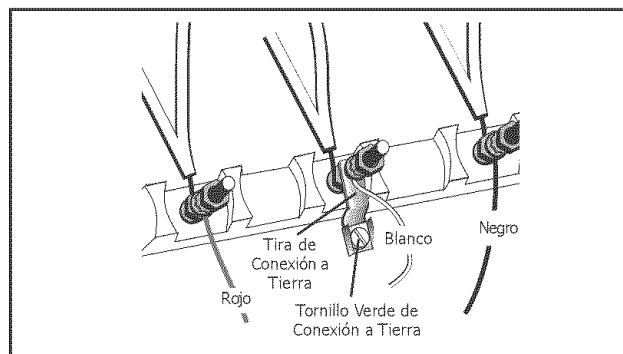

Figura 8
7. Apriete todas las conexiones bien y reemplace la tapa del bloque de terminales (Vea Figura 8).